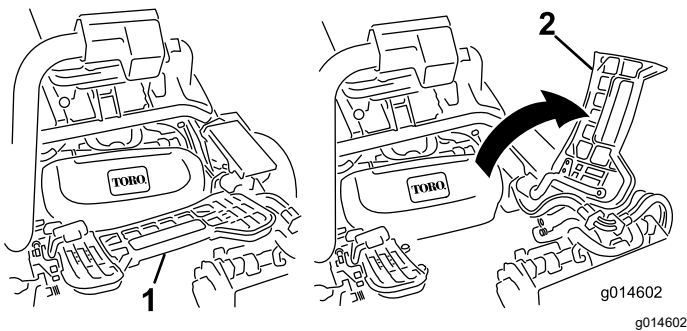

Figura 45
1. Levante el reposapiés y gírelo hacia arriba, para tener acceso a la posición de la unidad de corte central (Figura 45).